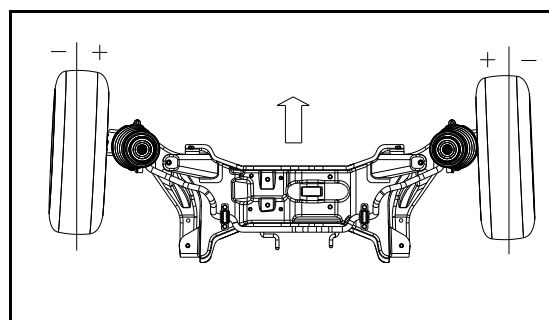

图 5.1-5 车轮前束
1.1.3.3 车轮前束：车轮前束是车轮偏离几何中心线 / 推力线向里偏转，而负前束则是车轮向外偏转，如图 5.1-5 所示。设置前束的目的是保证车轮平行滚动。前束也可补偿车辆向前行驶时，车轮支架系统产生的少量偏移。只有车轮设置前束合适时，车辆行驶时车轮才能在路上平行滚动。